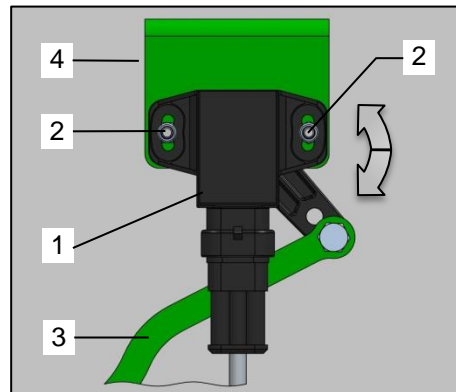

Bild 30: Winkel-Sensor
- Lösen Sie die beiden Muttern (Bild 30 / Pos.2) am Sensor (Bild 30 / Pos.1).
- Verdrehen Sie den Sensor (Bild 30 / Pos.1), bis das Terminal den Wert 0% bei der jeweiligen Funktion des Sensors anzeigt.
- Ist der Wert erreicht, halten Sie den Winkel-Sensor in dieser Position und ziehen Sie die beiden Muttern (Bild 30 / Pos.2) unter Berücksichtigung des maximalen Anzugsmoments wieder an.